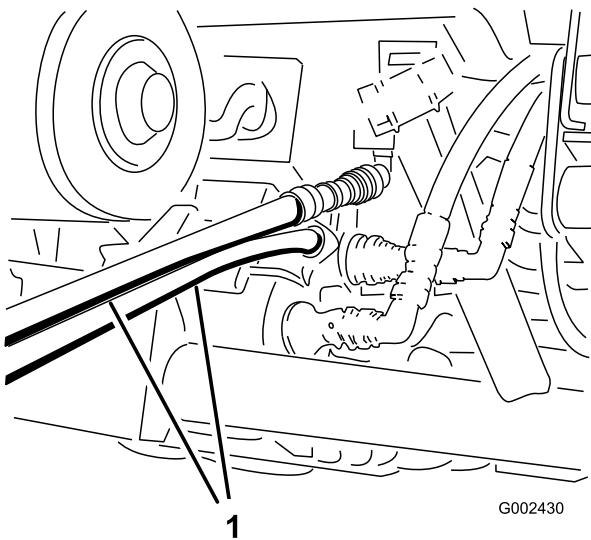

Figura 73
4. En el otro vehículo, conecte los dos manguitos al acoplamiento que permanece todavía en el soporte de acoplamiento (conecte el manguito superior al acoplamiento superior y el manguito inferior al acoplamiento inferior) (Figura 73). Tapone los acoplamientos no utilizados.